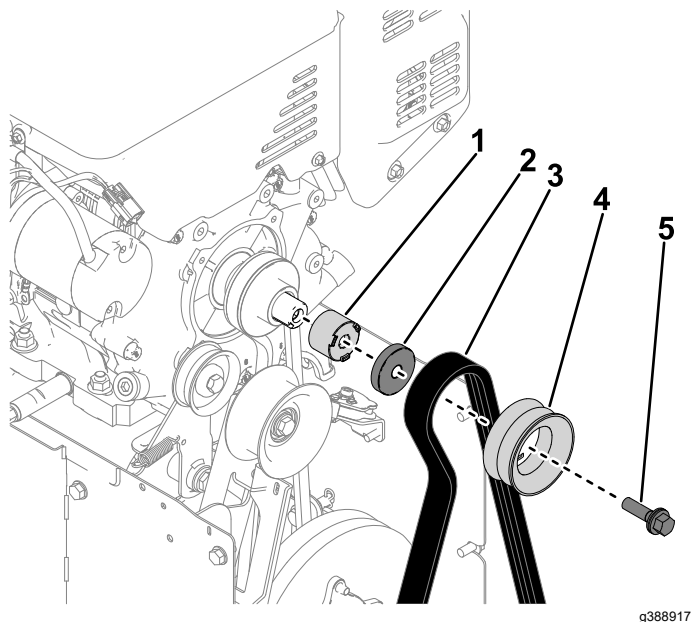

Рисунок 7
2. Отверните болт с буртиком (7/16 x 1¾ дюйма), который крепит шкив рабочего колеса к коленчатому валу. Снимите шкив, ремень шнека, опору шкива и разделительный шкив с коленчатого вала (Рисунок 7).